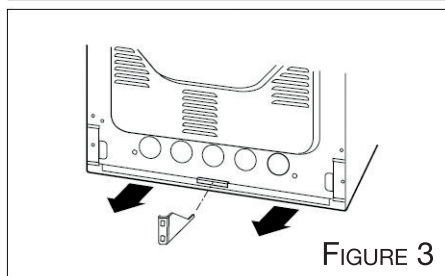

FIGURE 3
4. Poussez l'appareil à l'emplacement choisi (figure 3).